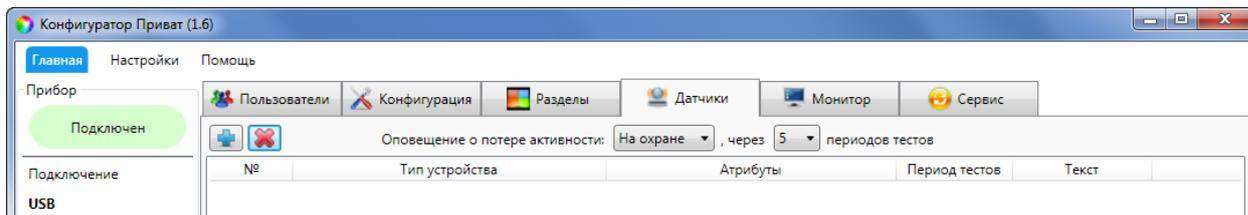

Рисунок 7.40 — Вкладка *Датчики*
Для регистрации модуля в основном окне программы *Конфигуратор Приват* перейдите на вкладку *Датчики* и нажмите кнопку  (см. рисунок 7.40). После этого модуль STEMAX UN Livi будет добавлен в конфигурацию, и конфигурация будет записана в контроллер.
1. На вкладке *Датчики* нажмите кнопку  (см. рисунок 7.40).